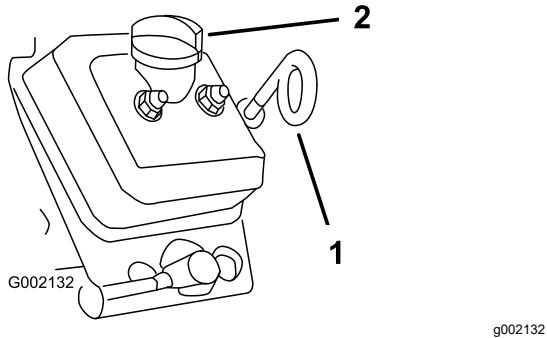

Figura 33
3. Usate un panno per pulire attorno all'asta di livello e al tappo di riempimento (Figura 33) in modo che la morchia non possa penetrare nel tubo dell'asta o nel collo del bocchettone e danneggiare il motore.
4. Estraete l'asta di livello e pulitela (Figura 33).
5. Inserite l'asta di livello nel tubo e verificate che sia inserita a fondo (Figura 33).
8. Montate il tappo di rifornimento (Figura 33).
9. Rimontate l'asta di livello dell'olio e inseritela a fondo (Figura 33).